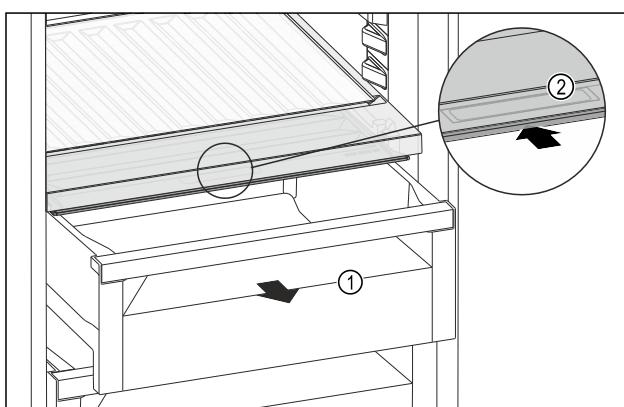

Fig. 171
- Витягніть висувний ящик Fig. 171 (1).
- Візьміться за потайну ручку Fig. 171 (2) на кришці відділення й одночасно посуньте кришку відділення назад.